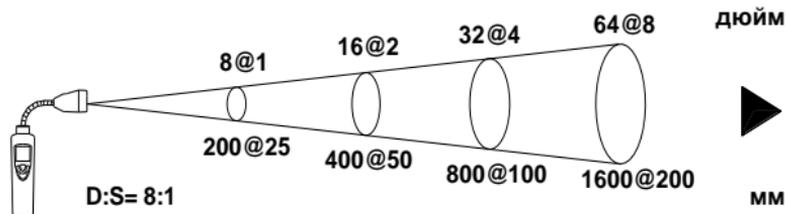

Рис. 1
При увеличении расстояния (D) размер пятна измерения (S) становится больше. См.: **рис. 1**.